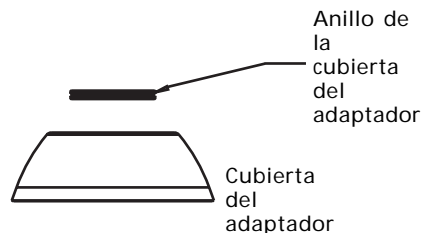

Figura 4a
3. Colocar el anillo de la cubierta del adaptador en la cubierta del adaptador. Ver Figura 4a.